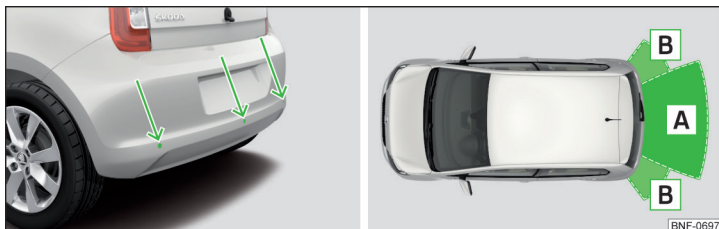

Fig. 95 Locul de amplasare al senzorilor / raza de acțiune a senzorilor
- Mențineți senzorii sistemului » fig. 95 la pagina 82 curați, fără zăpadă sau gheață și nu îi acoperiți cu niciun fel de obiecte, pentru a nu limita funcționarea sistemului.
Sistemul calculează cu ajutorul undelor de ultrasunete distanța dintre bara de protecție și un obstacol. Senzorii de ultrasunete se găsesc în bara de protecție spate » fig. 95.
Raza de acțiune a senzorilor » fig. 95